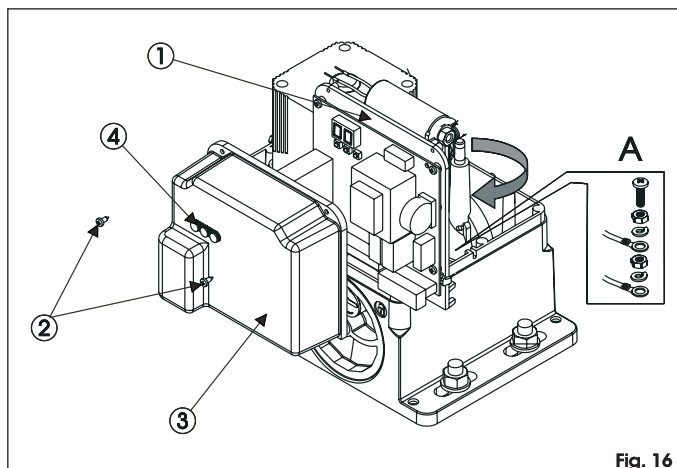

Fig. 16
Conecte el cable de puesta a tierra como se indica en la Fig. 16 ref. A
En los motorreductores el equipo electrónico de mando está fijado a un soporte orientable (Fig. 16 ref. 1) con tapa transparente (Fig. 16 ref. 3). En la tapa se han posicionado los pulsadores de programación de la tarjeta (Fig. 16 ref. 4), esto permite programar la tarjeta sin tener que quitar la tapa. Para conectar correctamente la central atégase a lo indicado en las específicas instrucciones.